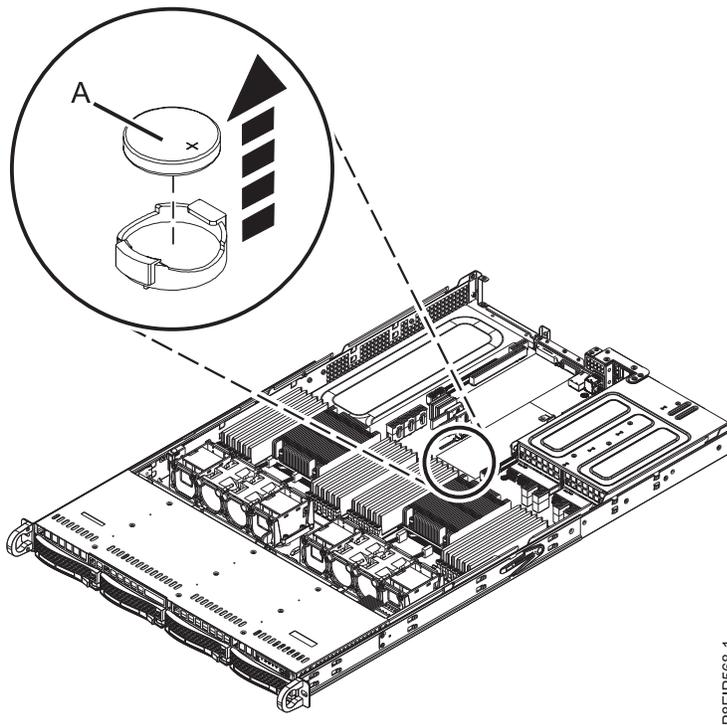

Abbildung 88. Position der Uhrzeitbatterie
3. Entnehmen Sie die Uhrzeitbatterie (A) (siehe Abb. 88). Verwenden Sie beim Entnehmen der Batterie keinen metallischen Gegenstand, um sie aus ihrem Steckplatz zu lösen.